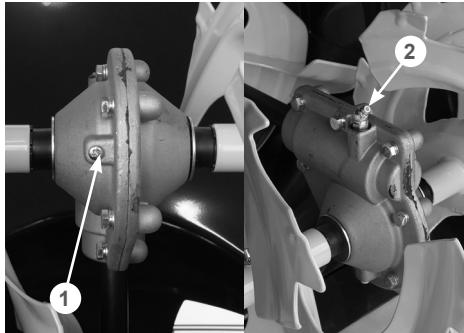

Рис. 36 Добавление смазки в редуктор
1. Очистите от загрязнений винт 1 в нижней части редуктора, пресс-маслёнку 2 и корпус редуктора вокруг них (Рис. 36).
3. Выкрутите винт 1 в нижней части редуктора и подложите под нижнее отверстие в редукторе кусок ветоши (Рис. 36).
4. Установите наконечник шприц-пресса на пресс-маслёнку 2 и начните заправлять смазку в редуктор (Рис. 36).